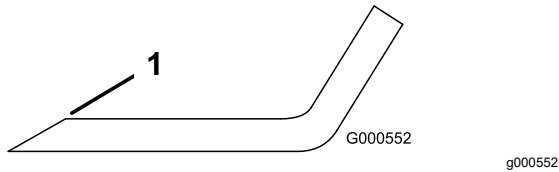

Figura 81
1. Utilice una lima para afilar el filo de corte en ambos extremos de la cuchilla (Figura 81).
Nota: Si la cuchilla no está equilibrada, rebaje algo el metal en la parte de la vela solamente con una lima (Figura 81).